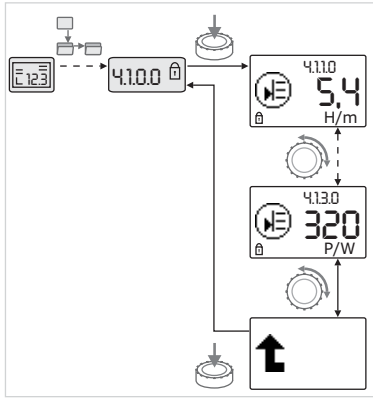

Fig.44: Вызов информации
- Вращением красной кнопки управлять элементами меню типа «Информация» текущего подменю (см. рис. 44). Пояснения настроек, представляемых символами, см. в таблице в главе 8.7 «Указатель элементов меню» на стр. 227.